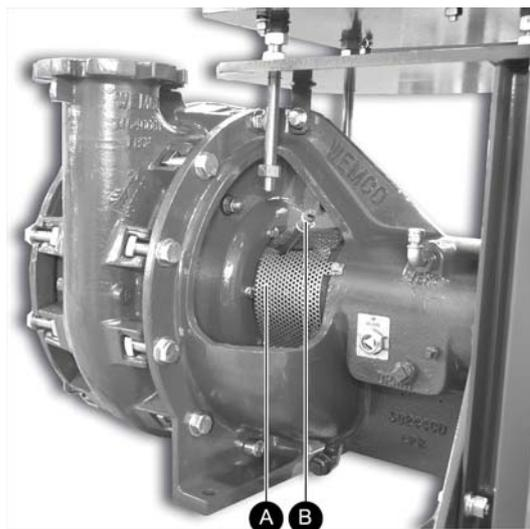

Figure 33 Dépose de la grille de protection (A) et du tube d'arrosage de tresses (B).
- Déposer le tube d'arrosage de tresses (Figure 33, rep. B).
- Retirer la grille de protection (Figure 33, rep. A).